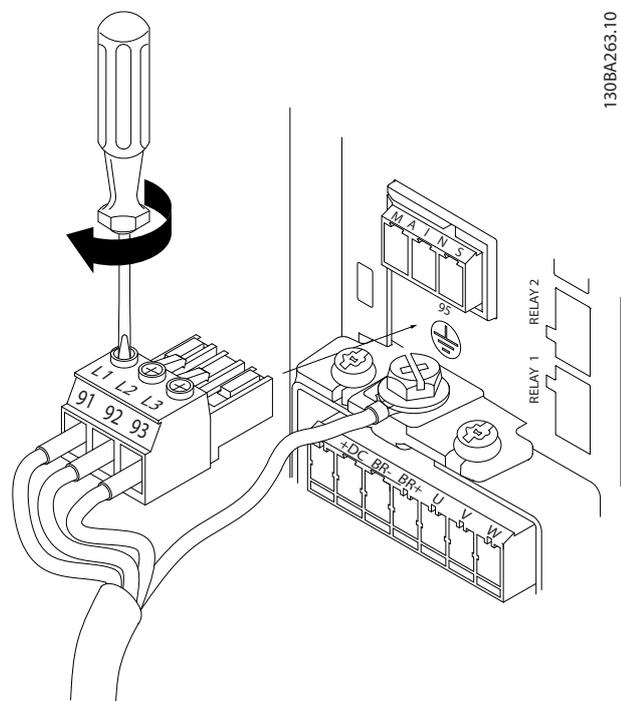

Ilustración 3.10 Montaje de la clavija de conexión de red
3. Inserte los cables de red en la clavija de conexión de red y apriete los tornillos, como se muestra en la Ilustración 3.10.